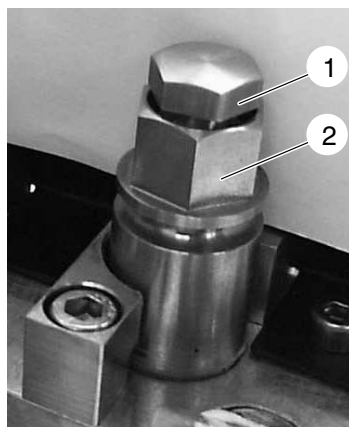

Fig. 5-4
**NOTA:** Utilize uma segunda chave de bocas, quando aparafusar e desaparafusar o parafuso de descarga de pressão (1, fig. 5-4). Deste modo impede-se o rodar do cartucho filtrante (2, Fig. 5-4).